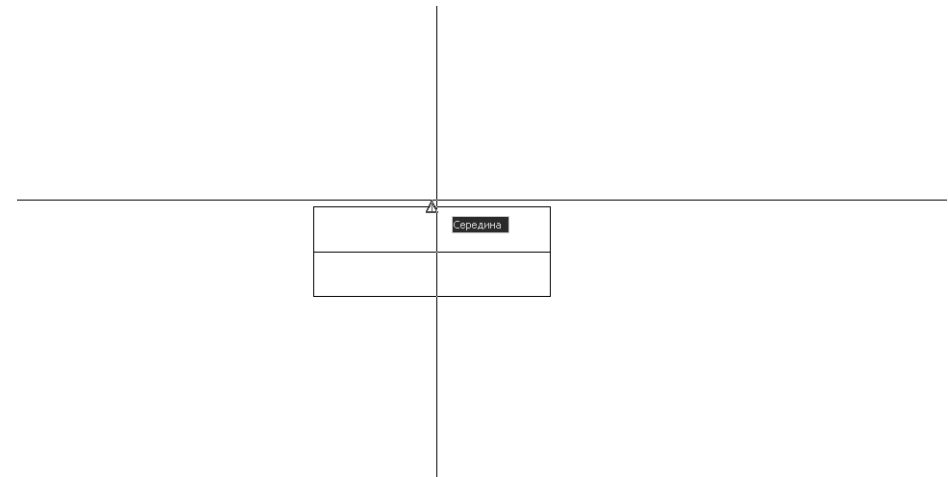

Рис. 7.34 ▼ Создание определения блока **Ручка**
4. Создайте определение блока **Ручка**, включив в него два объекта: прямоугольник, представляющий контур выреза под ручку, и линию, обозначающую контур верхней части ручки. Блок сделайте безразмерным, выберите переключатель **Delete** для удаления исходных объектов после создания определения блока, а в качестве точки вставки выберите точку, показанную на рис. 7.34.